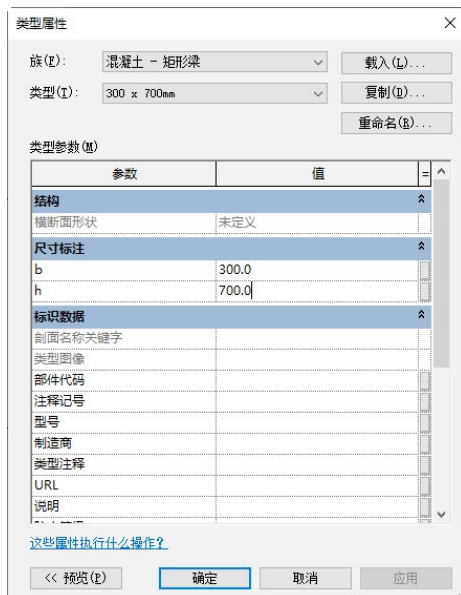

图 15-38 “类型属性”对话框
(5) 单击“结构”选项卡“结构”面板“梁”按钮,在“属性”选项板中单击“编辑类型”按钮,打开“类型属性”对话框,单击“复制”按钮,打开“名称”对话框,输入“名称”为“300×700mm”,单击“确定”按钮,返回“类型属性”对话框,更改“h”为“700.0”,其他采用默认设置,如图15-38所示,单击“确定”按钮。